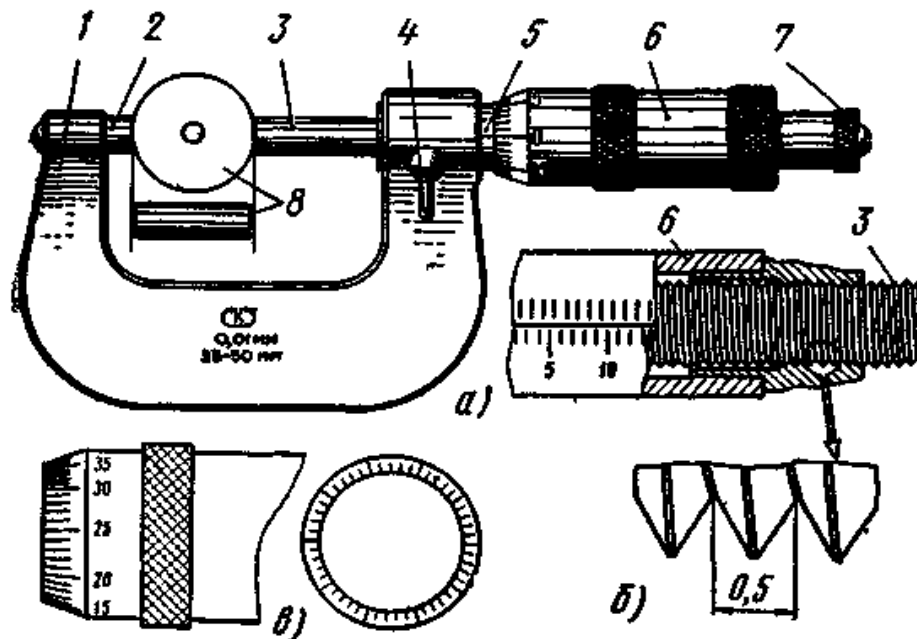
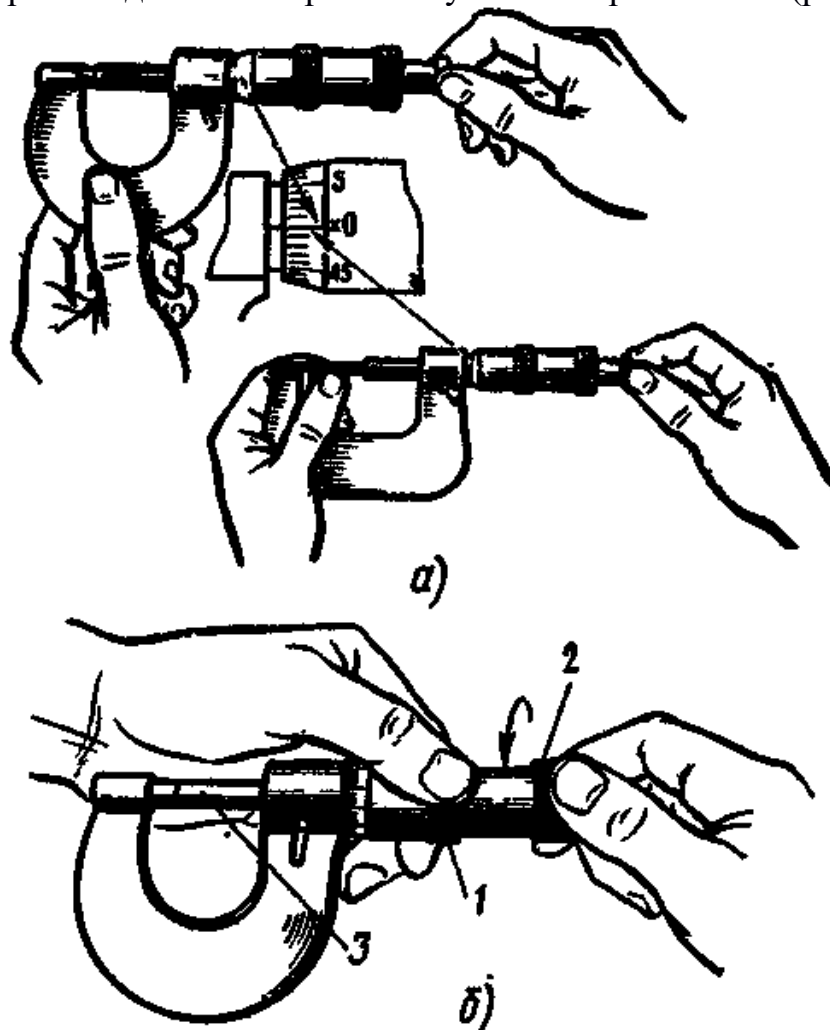

Рис. 12. Микрометр МК:
Рис. 13. Установка нулевого положения микрометра МК
Микрометры с верхним пределом измерений 50 мм и более снабжаются установочными мерами δ (рис. 12). Микрометры с верхним пределом измерений более 300 мм имеют подвижные пятки, обеспечивающие возможность измерений любого размера в пределах данного микрометра.
1. Изучить конструкцию микрометра МК (рис.12, а).
2. Ознакомьтесь с устройством и назначением нониуса (рис. 12, в):
- б) микрометрический винт 3, шаг которого равен 0,5 мм, связан с барабаном 6. Коническая часть барабана разделена по окружности на 50 равных частей (нониус на рис. 12, в);
- с) за один оборот микрометрический винт 3 перемещается вдоль оси на шаг резьбы (рис.12, б). При повороте на одно деление микрометрический винт 3, соединенный с барабаном 6, перемещается вдоль оси на $1/50$ шага, т.е. $0,5:50=0,01$ мм, являющейся ценой деления микрометра.
3. Установка нулевого положения нониуса (рис. 13):
- а) нулевое положение микрометра проверить перед измерением: у правильно отрегулированного микрометра пятка 2 и винт 3 (см. рис. 12) должны соприкасаться с измерительными поверхностями установочной меры 8 или непосредственно между собой (при пределах измерения диаметра 0 – 25 мм), а нулевой штрих барабана должен совпадать с продольным штрихом стебля, при этом скос барабана должен открывать нулевой штрих стебля (рис.13, а);
- ослабить колпачок 2, связывающий барабан с микроскопическим винтом, придерживая левой рукой за поясок 1 (рис. 13, б);
- освободить барабан от сцепления с винтом и повернуть его до совпадения нулевого штриха на скосе барабана с продольным штрихом стебля (рис. 13, а);